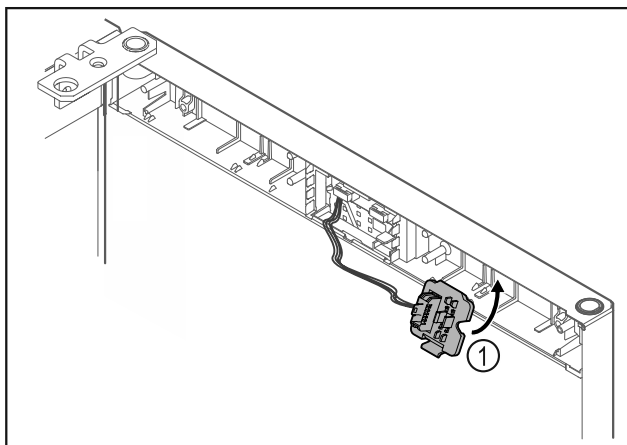

Fig. 21
- ▶ Zaklapněte držák zástrčky Fig. 21 (1) na protější straně.